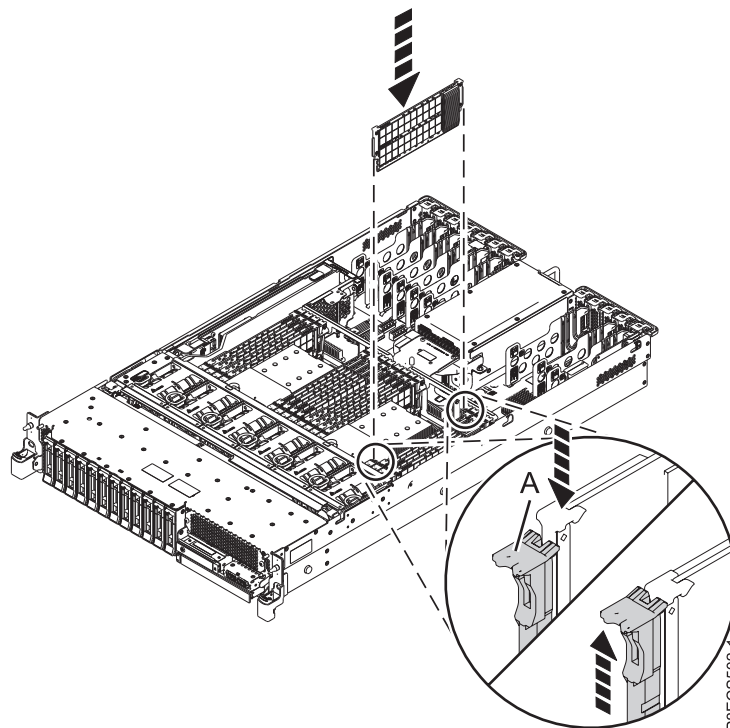

Figura 8. Instal·lació o substitució d'un mòdul de memòria al sistema 5148-21L, 5148-22L, 8247-21L, 8247-22L, 8284-21A, o 8284-22A
5. Pressioneu el mòdul de memòria amb fermesa a la ranura fins que la pestanya de bloqueig (A) quedi fixada al seu lloc. Consulteu Figura 8.